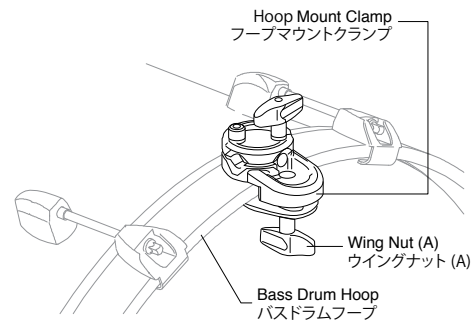

Fig. 1 / 図1
1. Loosen the Wing Nut (A) on the Hoop Mount Clamp and attach the Clamp to the Bass Drum Hoop as shown. Tighten the Wing Nut to secure (Fig.1).
フープマウントクランプのウイングナット (A) をゆるめます。図のようにフープマウントクランプをバスドラムフープにはさみこみ、ウイングナット (A) を締めて固定します (図 1)。